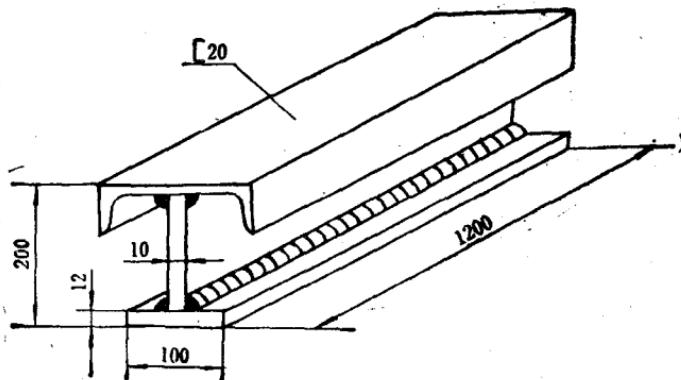

图1-2 T形钢梁
3. 试求如图1-2所示T形钢梁构件(壹件)的重量为多少千克？(不计焊缝重量)